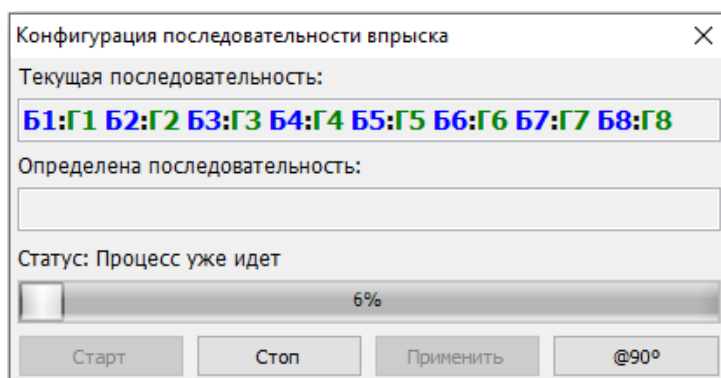

Рисунок 19 Автоматическая конфигурация последовательности впрыска
- **Конфигурация** – открывшееся новое окно (Рисунок 19) позволяет автоматически проверять и изменять последовательность впрыска газа. При каждом нажатии кнопки «@xx» происходит опережение последовательности на данный угол «xx» относительно действующих настроек. Эта операция учитывает реальную последовательность впрыска бензина и конфигурацию банков цилиндров. Если кнопка «@xx» неактивна, значит блок управления не обнаружил последовательность впрыска бензина, то есть или двигатель выключен, или это двигатель не с последовательным впрыском.